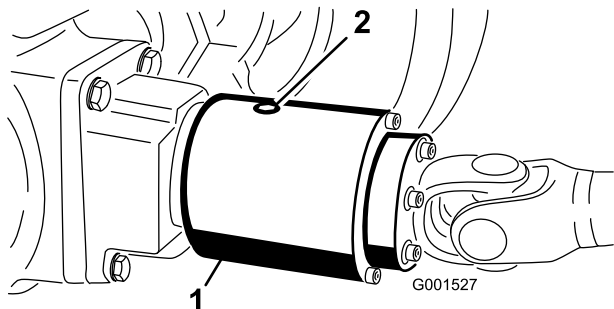

Figure 66
3. Tournez l'embrayage pour que le bouchon de vidange soit en bas (Figure 66).